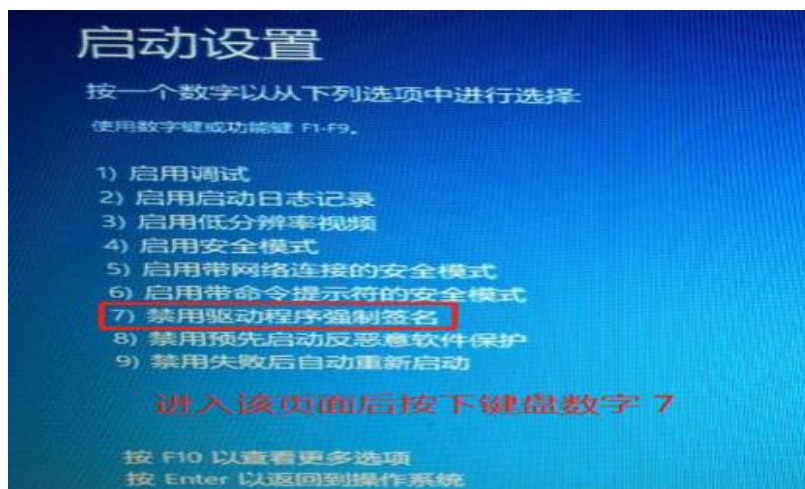

图 1.1.6 禁用驱动程序强制签名
③ 重启后选择“疑难解答”->选择“高级选项”->选择“启动设置”->点击“重启”->按提示输入“7”禁用驱动程序强制签名如图 1.1.6 所示；